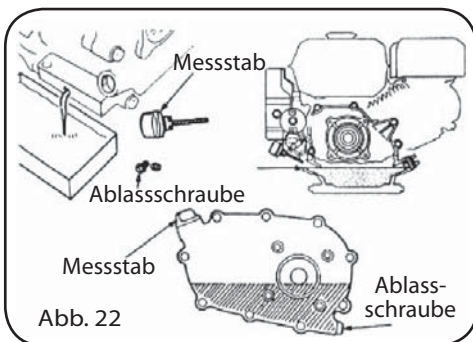

Abb. 22
- a) Die Öl- und die Ablassschraube lösen, um das Öl vollständig abzulassen. Die Ablassschraube dann wieder festschrauben (Abb. 22).